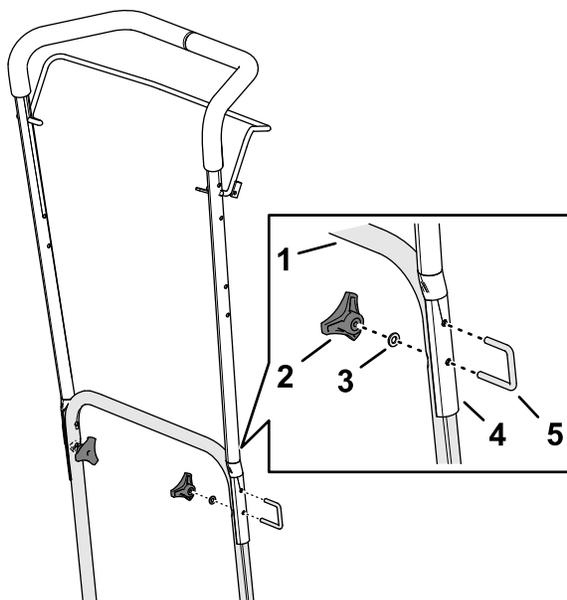

図 8
1. フットストップの穴を、下側ハンドルバーの穴に合わせる 図 8。